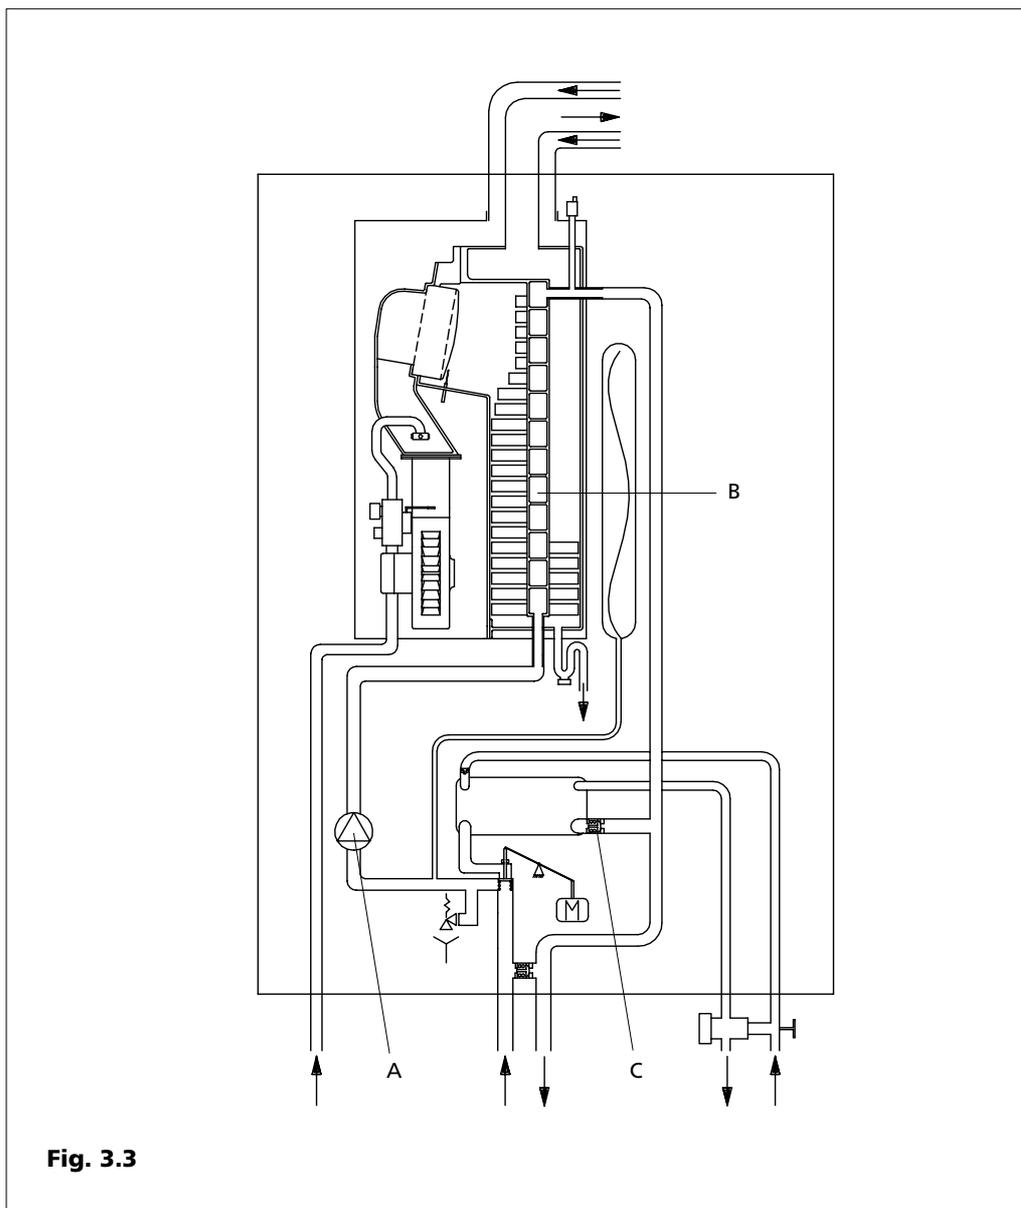

Fig. 3.3
3.3 Principio di funzionamento idraulico in riscaldamento (Fig.3.3)